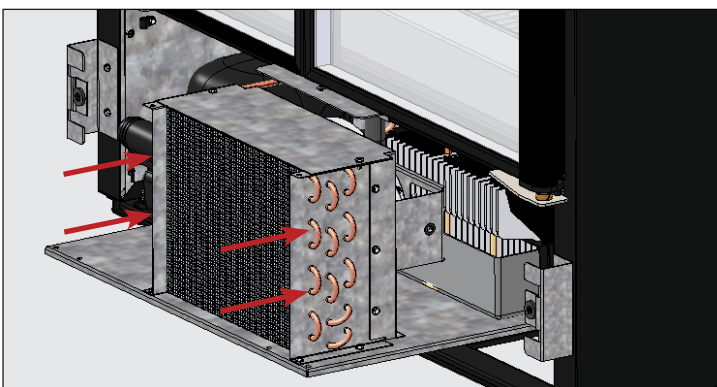

Fig. 7. Deslice con cuidado la unidad de condensación a su posición inicial y vuelva a colocar los pernos.
9. Vuelva a instalar los soportes del serpentín (si aplica). Deslice con cuidado el conjunto del compresor a su posición inicial y vuelva a colocar los pernos. Véase la fig. 7.